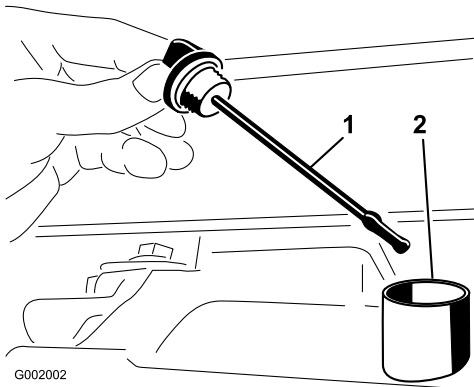

Bild 67
2. Nehmen Sie den Peilstab der Hinterachse heraus und wischen Sie ihn mit einem sauberen Lappen ab (Bild 67).